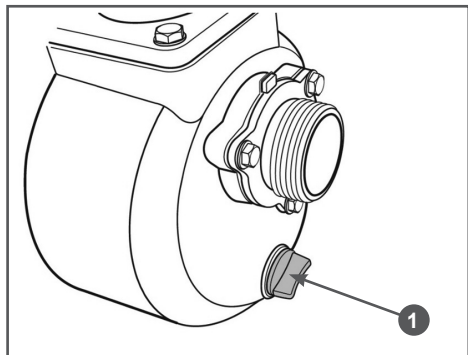

Рис. 22 Расположение пробки отверстия для слива воды из корпуса насоса
7. Открутите сливную пробку 1 и слейте воду из корпуса насоса. Пробка отверстия для слива воды из корпуса насоса находится в нижней части насоса под впускным (всасывающим) фланцем (Рис. 22).